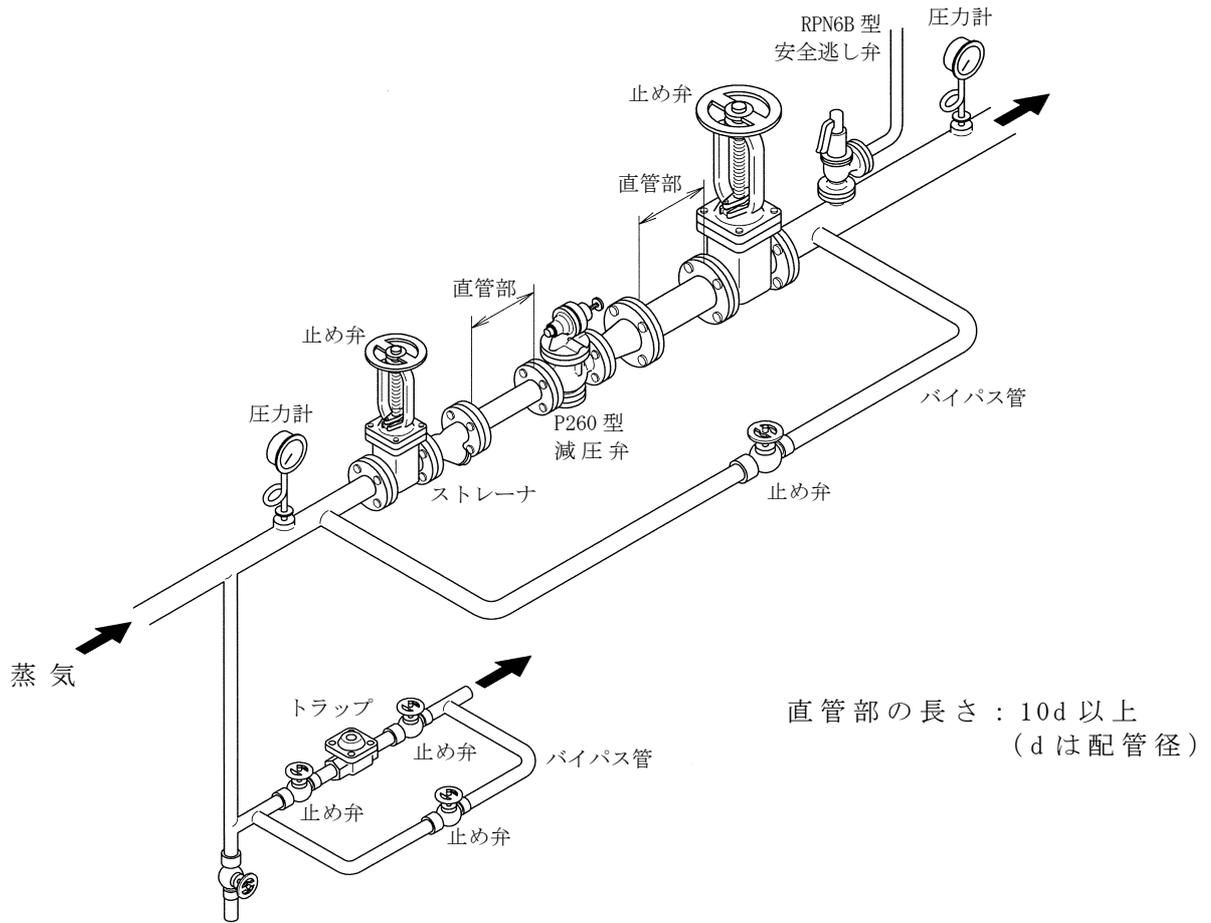

図2 配管例図
- 配管に際しては、減圧弁の弁箱の矢印と蒸気の流れ方向を必ず一致させて水平配管に垂直に取り付けてください。また、図 2 の配管例図に示すように、止め弁、ストレーナ、安全逃し弁、圧力計、バイパス管及びスチームトラップを必ず設けてください。なお、減圧弁の前後にはできるだけ 10d 以上(d : 配管径 mm)の直管部を設け、二次側流速が 30 m/s を超える場合にはレジューサを取付け二次側配管の拡大をお勧めします。安定で性能の良い減圧装置とする為、ストレーナ、安全逃し弁、スチームトラップもフシマン製品をお使いください。
- 3.1 配管に際しては、減圧弁の弁箱の矢印と蒸気の流れ方向を必ず一致させて水平配管に垂直に取付けてください。また、図2の配管例図に示すように、止め弁、ストレーナ、安全逃し弁、圧力計、バイパス管及びスチームトラップを必ず設けてください。なお、減圧弁の前後にはできるだけ10d以上(d:配管径mm)の直管部を設け、二次側流速が30 m/sを超える場合にはレジューサを取付け二次側配管の拡大をお勧めします。安定で性能の良い減圧装置とする為、ストレーナ、安全逃し弁、スチームトラップもフシマン製品をお使いください。